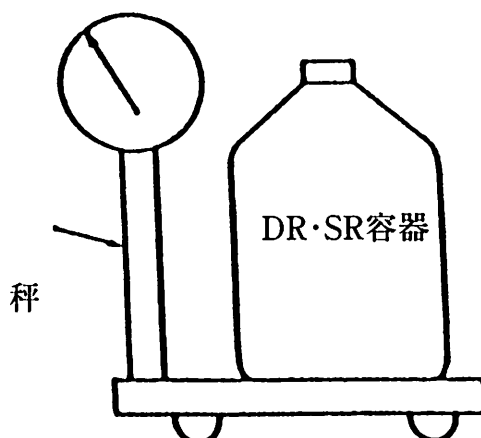

図10.1 蒸発損失量測定方法
- (1) 図10.1蒸発損失量測定方法に示すように、容器を台秤の上に載せ空重量を測定してください。
- (2) 容器に液化窒素を1/2以上充てんし、キャップを取付け、台秤の上に48時間以上静置してください。
- (3) 48時間以上静置後の重量：A (g) を測定し、記録してください。
- (4) 更に24時間台秤の上に静置し、その時の重量：B (g) を測定し記録してください。
- (5) 蒸発損失量は下記により算出してください。